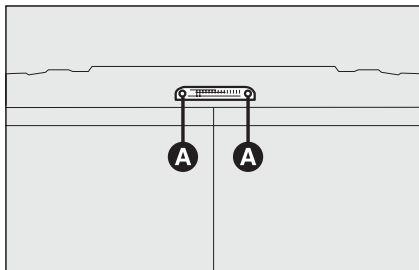

fig. 31
- draai de twee schroeven **A**-fig. 31 los;